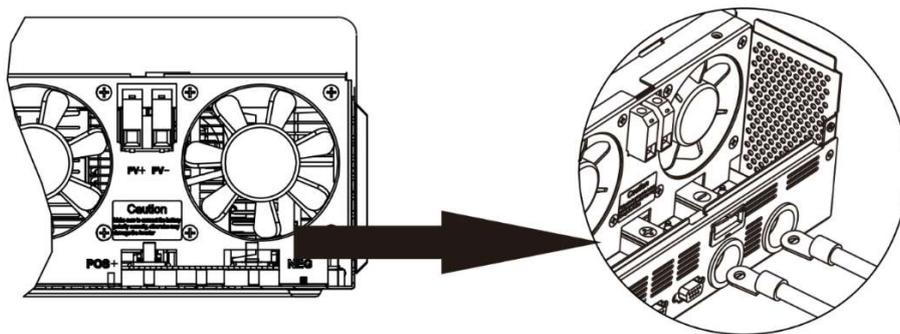

Fig. 6 : Connexion de la batterie
- Retirez les écrous préinstallés des boulons de borne de la batterie. Insérez le terminal d'anneau des câbles de batterie à travers les trous de boîtier (presse-étoupes pour les modèles 120 Vac) et à plat sur le terminal de batterie correspondant (**Fig. 6**). Visser les noix précédemment enlevées avec un couple de 2 à 3 Nm (1,5 à 2,2 lbf.ft). Assurez-vous que les terminaux d'anneau sont posés directement sur les connecteurs.